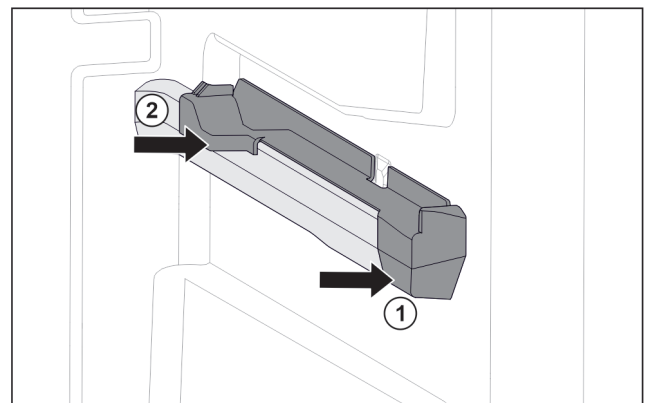

Fig. 123 Aufsteckteil auf der rechten Behälterrippe
- ▶ Aufsteckteil vorne an Behälterrippe ansetzen. Fig. 123 (1)
- ▶ Aufsteckteil hinten andrücken. Fig. 123 (2)